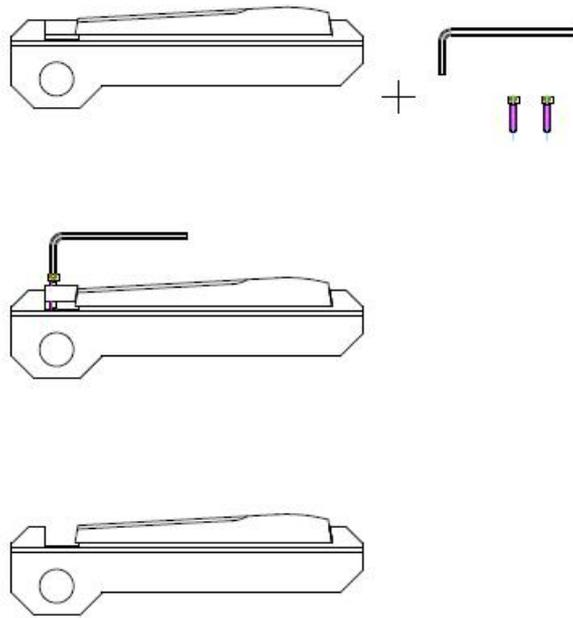

图4-4颚板更换
- 3.1.5 拆出的定颚板平放于工作台上，取5#内六角扳手（随机工具）拆出压紧块螺钉。后用顶丝（随机工具）拧入压块螺纹孔将压块顶出即可取下颚板并更换（图4-4）。